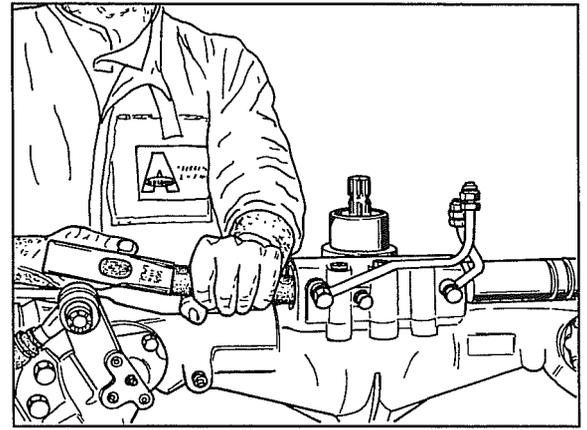

Abb. 79
15. Einen Behälter zum Auffangen des Öls unter die Achse stellen, dann den Zylinder auf der Seite herausziehen, auf der wir die Kugelumfassung ausgebaut haben, wozu man vorgeht, wie in der Abb. 79 gezeigt.